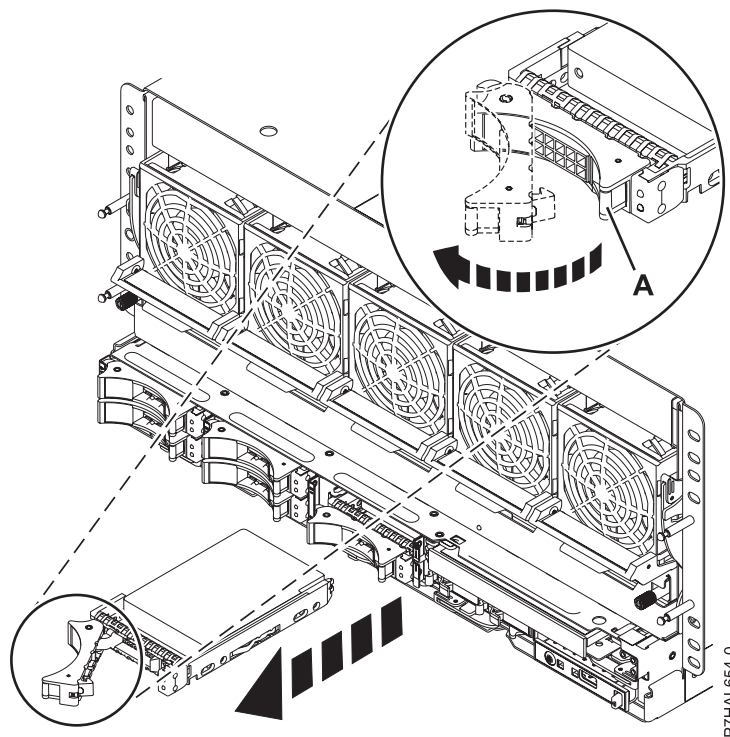

Figura 17. Extracción de una unidad de disco del sistema
3. Cuando el LED de identificación se encienda de manera fija, desbloquee el asa de la unidad ejerciendo presión y tirando de ella hacia usted, como se muestra en Figura 17. Si el asa no está extendida del todo, la unidad de disco o la unidad de estado sólido no se puede deslizar hacia fuera del sistema o de la unidad de expansión.